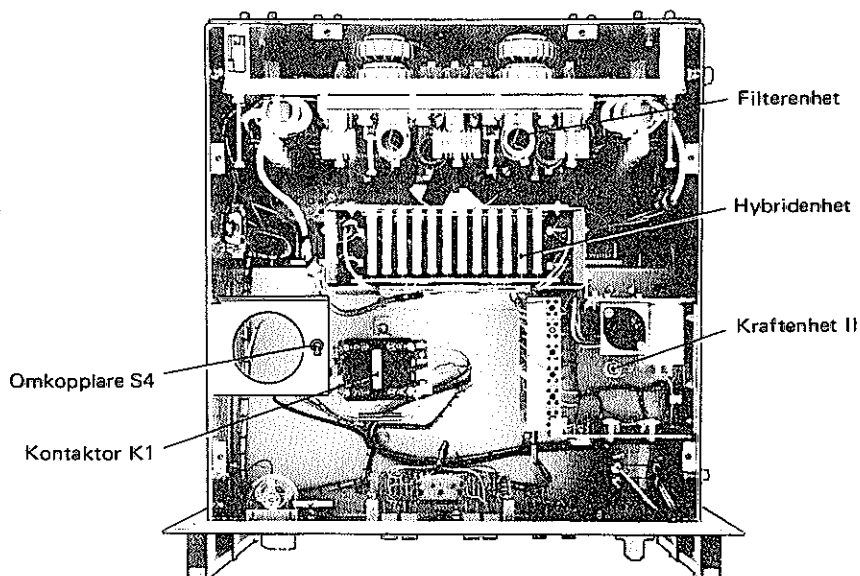

Bild 13. Effektenhetens ovansida
- Omkopplare S4 inuti effektenheten (se bild 13) måste stå i läge +5 V.*
Ovansidan (bild 13) är normalt täckt av en perforerad plåt, fastsatt med snäpplås. Lossar man plåten kommer man åt följande underenheter och komponenter: